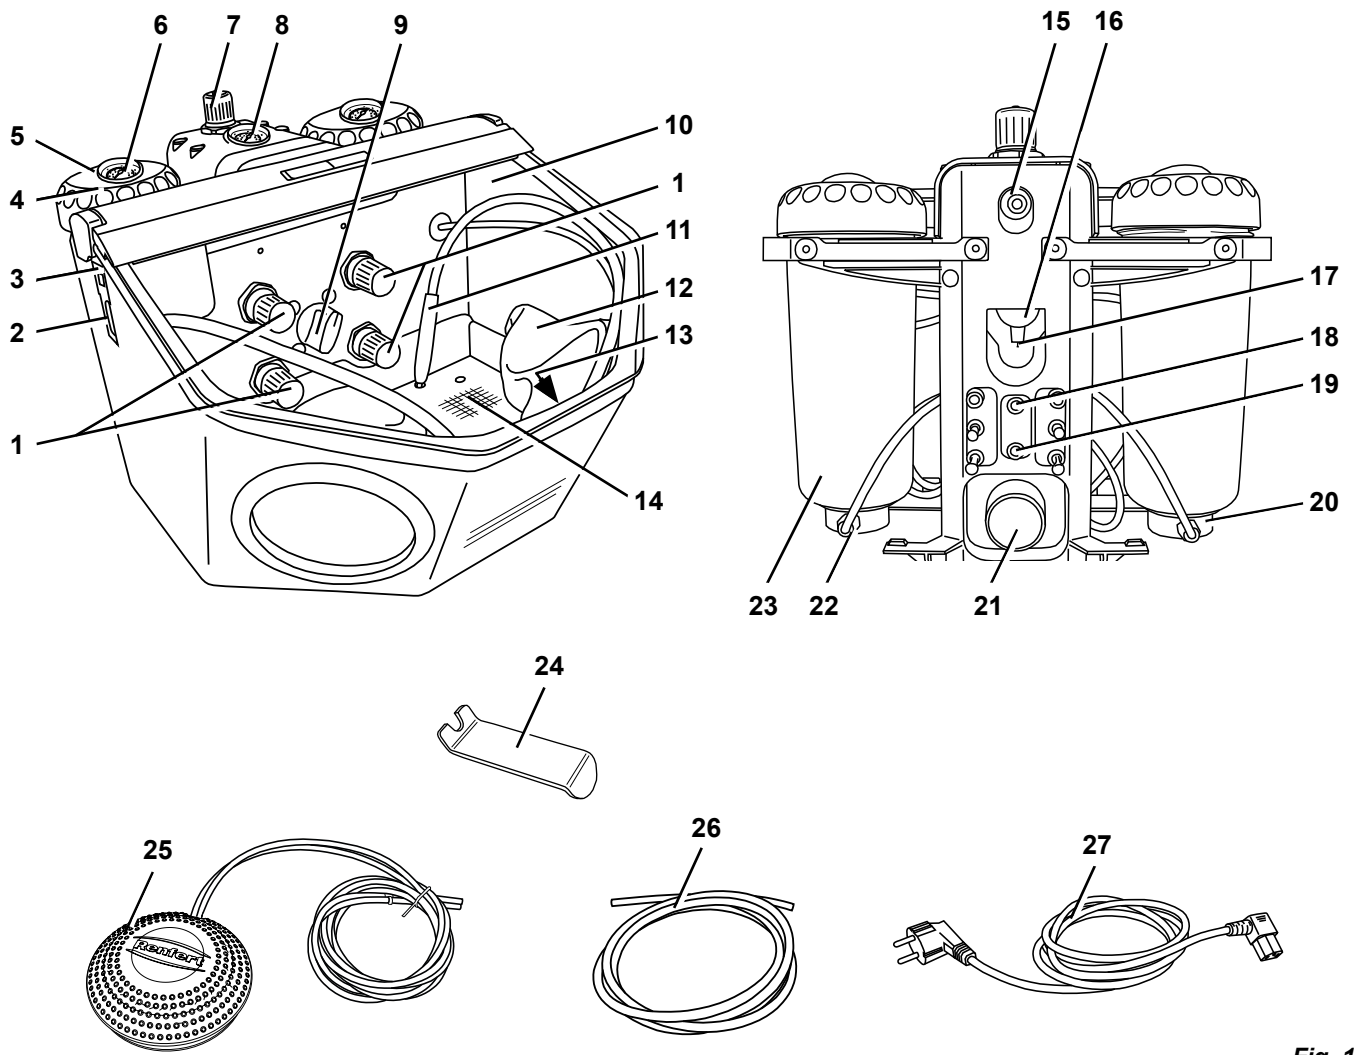
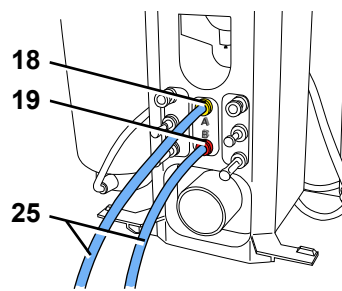

Fig. 1
Fig. 2
**i** Für Hinweise auf Bedienelemente siehe Fig. 1 und Fig. 2 auf Seite 2 dieses Dokuments.
For information on operating elements, see Fig. 1 and Fig. 2 on page 2 of this document.
**i** Pour les renseignements sur les éléments de commande, voir Fig. 1 et Fig. 2 à la page 2 de ce document.
Per informazioni sugli elementi di comando, vedere Fig. 1 e Fig. 2 a pagina 2 del presente documento.
**i** Para mayor información sobre los elementos de mando, véase Fig. 1 y Fig. 2 de la página 2 de este documento.
Para informações sobre os elementos de comando ver Fig. 1 e Fig. 2 na página 2 desse documento.